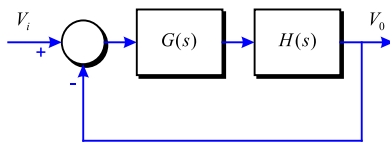

Figura 5-1
**Problema 127** Es disposa d'un sistema que té per funció de transferència  $H(s)$  i se'l realimenta de la forma que es veu a la Figura 5-1.